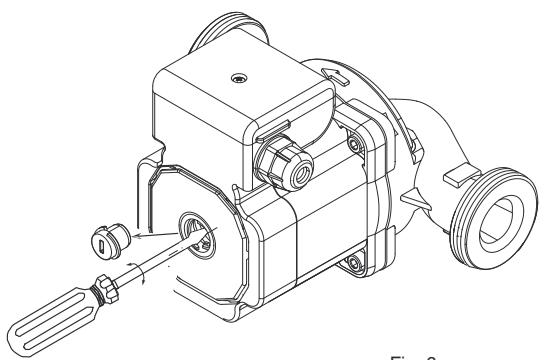

Fig. 6
Si la bomba permanece inactiva por largo periodo de tiempo, antes de poner en marcha el motor, controlar que el eje no esta bloqueado por incrustaciones, o por otras causas (fig.6).
- открутить выпускную заглушку и повернуть вал насоса с помощью отвертки (рис. 6);
Перед включением двигателя после простоя убедитесь в том, что вал не заблокирован наростами или по другим причинам (рис. 6).